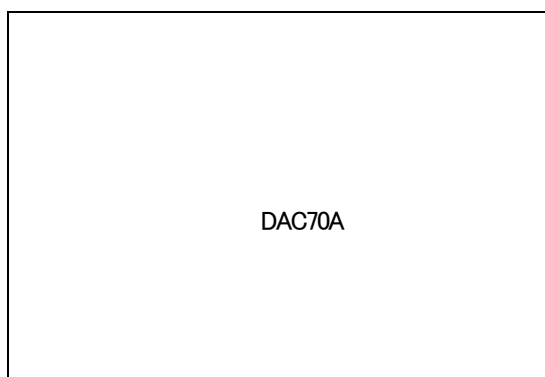

図4-8 オンスクリーンメニュー (POSITION V例)
- 1) キャラクターメニューで「POSITION V」を選択し、**ENTER**ボタンを押すと図4-8のような表示になります。